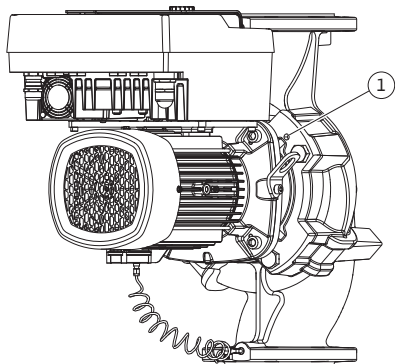
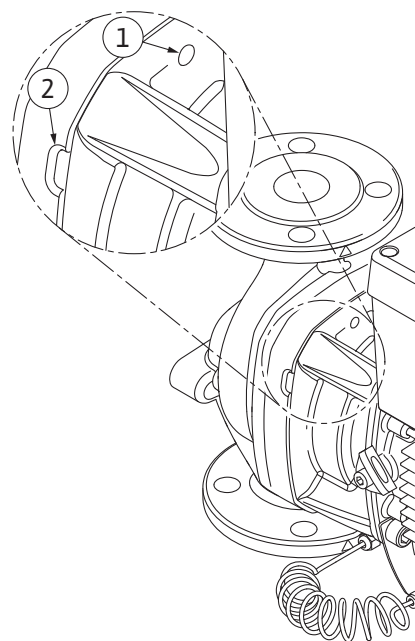

Fig. 104: Istiskivanje utičnoga kompleta putem provrta s navojem
Fig. 105: Provrti s navojem i prorezi za istiskivanje utičnog kompleta s kućišta pumpe
12. Za tip pumpe (Fig. III, IV) otpustite vijke poz. 29. Upotrijebite dva provrta s navojem (Fig. 104, poz. 1) koji se nalaze pored i upotrijebite prikladne, lokalno dostavljene vijke (npr. M10 x 25 mm). Istisnite utični komplet s kućišta pumpe. Za tip pumpe (Fig. I i Fig. II) upotrijebite dva provrta s navojem M10 (vidi Fig. 105) i prikladne, lokalno dostavljene vijke (npr. M10 x 20 mm). Za istiskivanje mogu se upotrijebiti i prorezi (Fig. 105, poz. 2). U tu svrhu postavite npr. dva odvijača i upotrijebite ih kao ručicu. Nakon otprilike 15 mm putanje istiskivanja utični komplet više neće ulaziti u kućište pumpe.